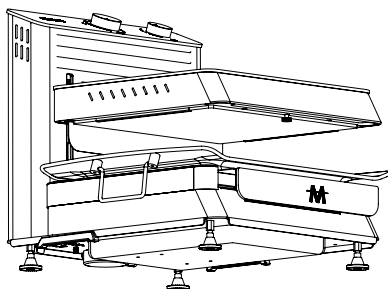
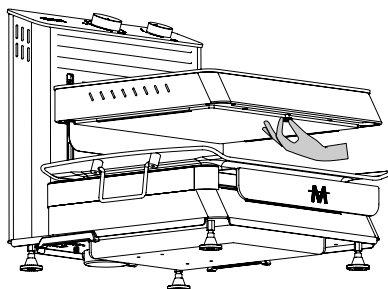

Figura 18
Figura 19
- Per pulire il vetro protettivo del filamento, ruotare i perni di supporto del vetro in senso orario e rimuoverli (Figura 18). Quindi separare il vetro protettivo del filamento dal prodotto utilizzando i canali (Figura 19).